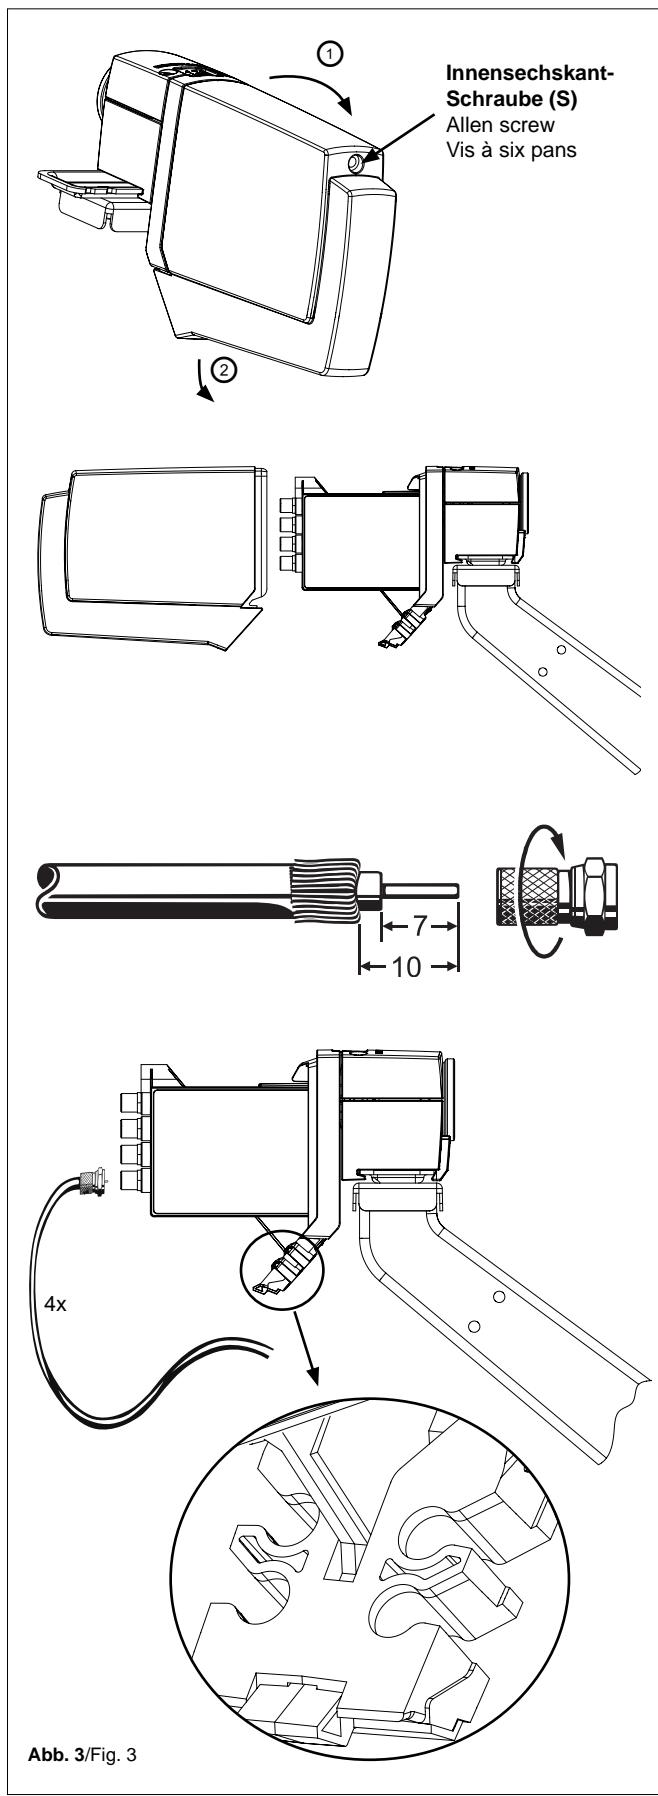

Abb. 3/Fig. 3
Kabelanschluss (Abb. 3)
- Angeschlossene Kabel nach vorne führen und seitlich in den Kabelhalter (siehe Vergrößerung in Abb. 3 unten) eindrücken.**
- Haube aufschieben, bis sie in die Nut eintaucht und im unteren Bereich einrastet. Innensechskantschraube (S) festziehen.**
Cable connection (Fig. 3)
- Lead the connected cable forwards and insert sideways into the cable fastening (see close-up in fig. 3 below).
- Slide on the cover until it fits into the groove and locks in the bottom section. Tighten Allen screw (S).
Raccordement de câbles (Fig. 3)
- Amener les câbles raccordés vers l'avant et les enfoncez latéralement dans le support de câbles (voir l'agrandissement au bas de la fig. 3).
- Mettre en place le capot qui doit entrer dans la gorge et s'enclencher au bas. Serrer la vis à six pans creux (S).